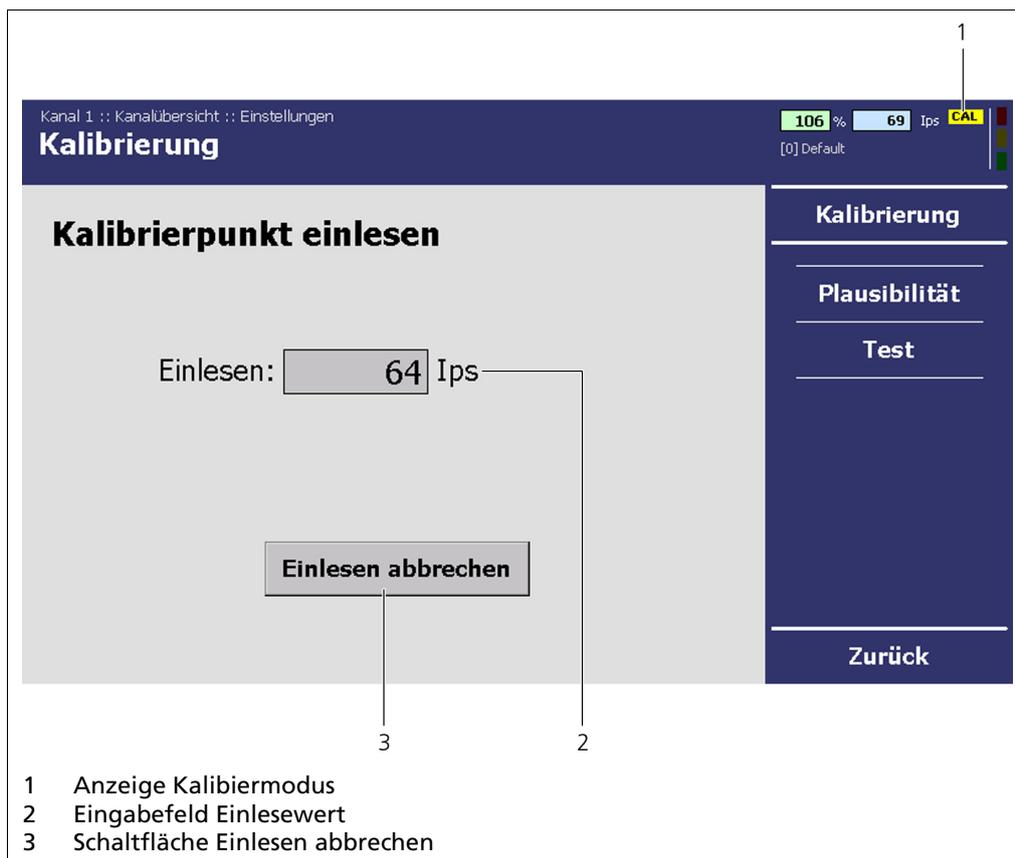

Abb. 58 Systemmenü, Einstellungen – Kalibrierung (Kalibrierpunkt einlesen)
- ▶ Das Menü „Nulleffekt“ wird geöffnet (Abb. 58).
3. Klicken Sie auf <Einlesen> (Abb. 58, Pos. 4), um den Nulleffekt einzulesen oder klicken Sie auf <Standard> (Abb. 58, Pos. 3), um den Standardwert von 50 lps (voreingestellt) zu verwenden.
4. Bestätigen Sie Ihre Eingabe durch Klicken auf <OK> (Abb. 58, Pos. 2).